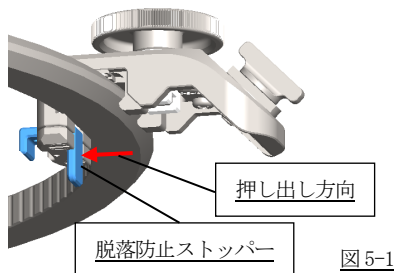

図5-1
(5)-1 脱落防止ストッパーを外側へ押し出してください。(図5-1)